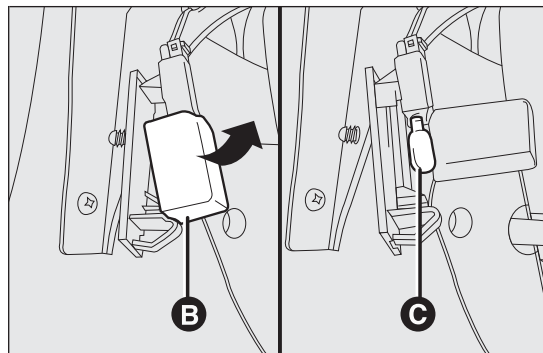

fig. 123
- ouvrir la protection B fig. 123 et remplacer l'ampoule C fig. 123 installée par pression ;